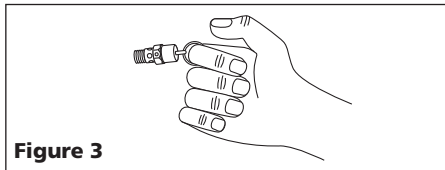

Figure 3
- Porter des lunettes de sécurité, tirer l'anneau sur la soupape de sûreté (voir les Figure 3) pour dégager la pression du réservoir du compresseur. Utiliser l'autre main pour éloigner l'air se déplaçant rapidement du visage.